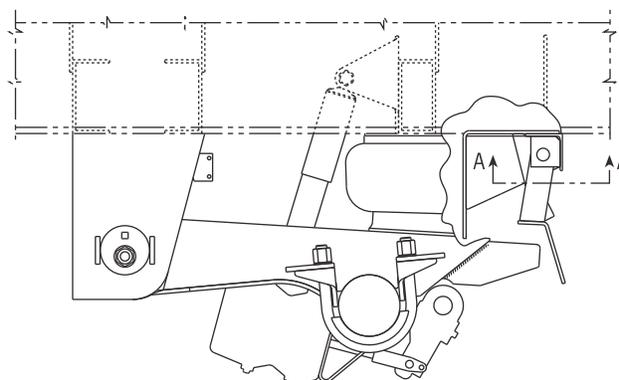

Figura 93. Detalles de soldadura del Kit SLKQ
16. Remueva las abrazaderas temporales y termine de soldar el ensamble del SURELOK™ al patín inferior del cuadro deslizante con una soldadura de filete de ¼ pulg. (6mm) (figura 93). Adhiérase a los mismos parámetros de soldadura presentados en la página 63.
8. Remueva las abrazaderas temporales y termine de soldar el ensamble del SURELOK al patín inferior del cuadro deslizante con una soldadura de filete de ¼ pulg. (6mm) (figura 93). Adhiérase a los mismos parámetros de soldadura presentados en la página 63.